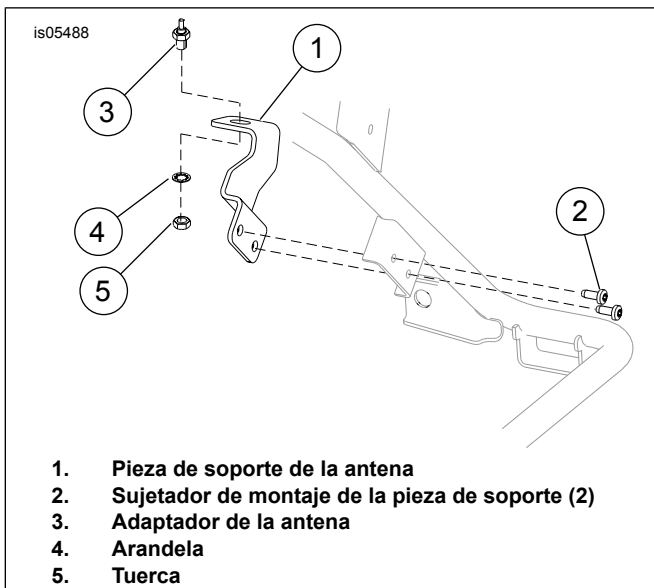
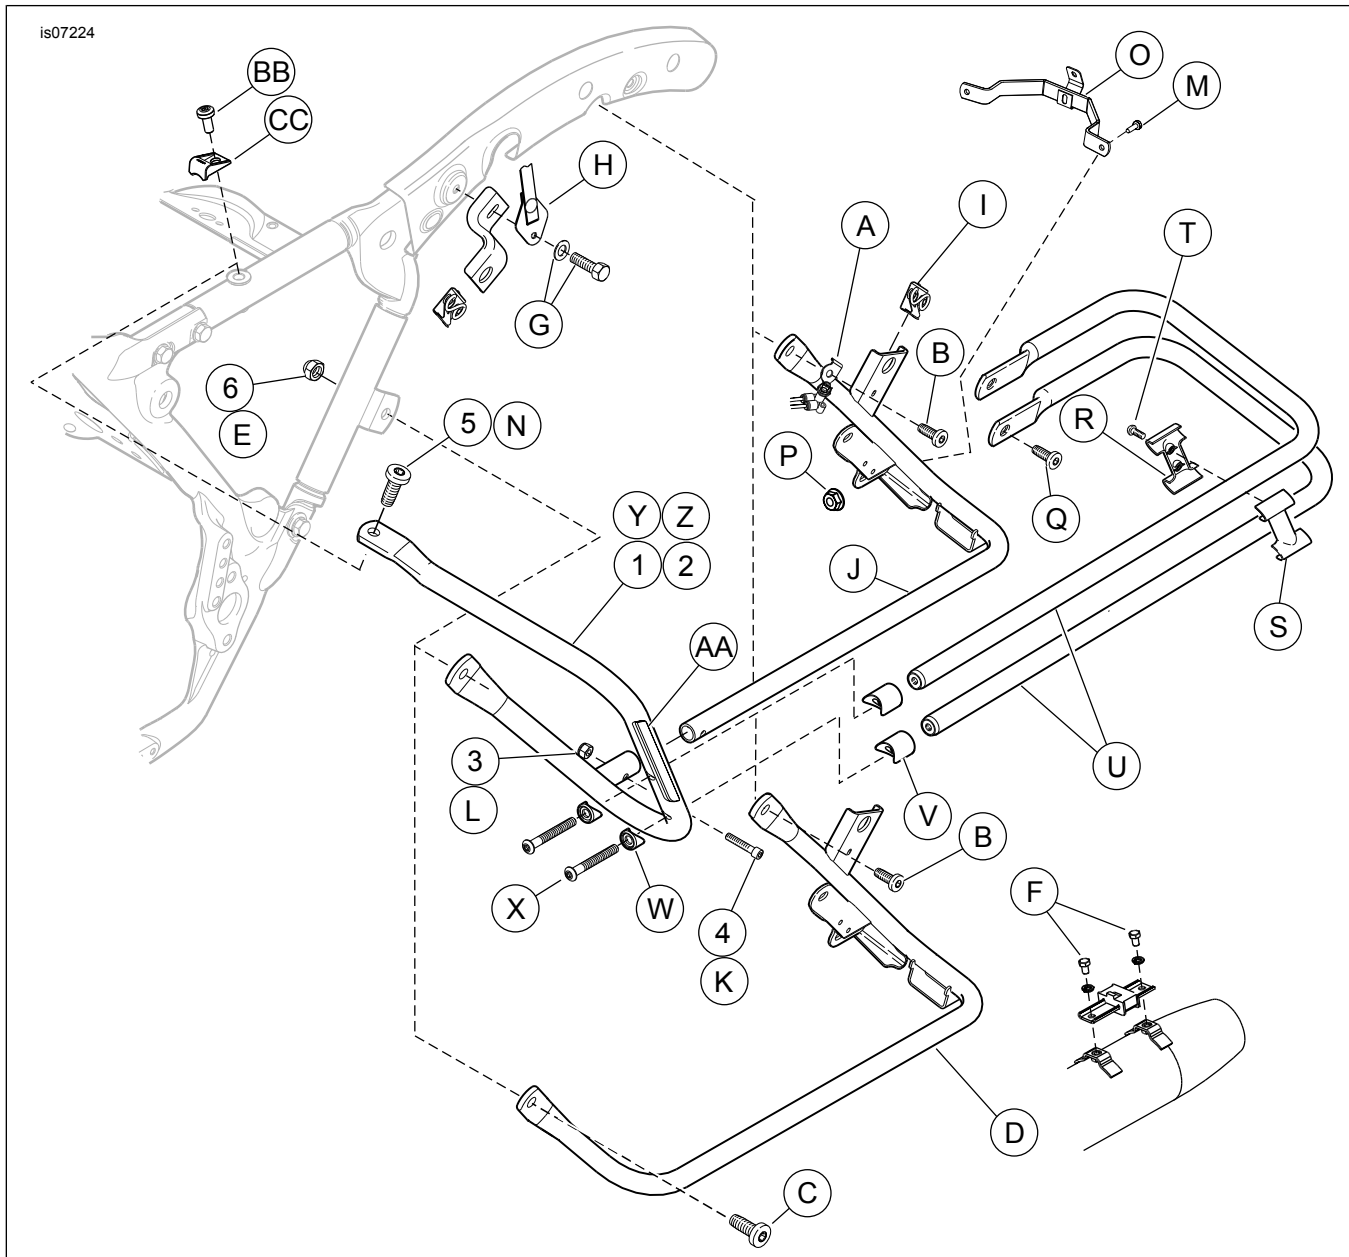

Figura 1. Extracción de la antena y la pieza de soporte
Figura 3. Piezas de servicio: Kit del protector de la alforja (se muestra el lado izquierdo)
Vea Figura 3 y Tabla 1.
2. Vea Figura 3. Quite el tornillo y la arandela de la correa de sujeción (G). Quite la correa de sujeción (H). Quite el asiento siguiendo las instrucciones en el Manual de servicio.
3. Si está equipado, extraiga el tope del asiento (CC) y el tornillo (BB).
1. Vea Figura 3. Extraiga los tornillos (F) que aseguran los protectores de la alforja a los soportes del silenciador.
2. Quite el perno (M) y la tuerca (P). Guarde el perno (M) para la instalación. Deseche la tuerca (P).
3. Quite los tornillos (B y C) y la tuerca (E). Guarde los tornillos (B y C) para la instalación. Deseche la tuerca (E).
4. Quite el receptáculo del espárrago (I) y guárdelo para la instalación.
5. Vea Figura 1. Quite la pieza de soporte de la antena (1), los sujetadores de montaje (2), la tuerca de montaje de la antena (5), la arandela (4) y el adaptador de la antena (3). Guarde la antena y los elementos de sujeción, deseche la pieza de soporte.
6. Quite el soporte (D) y deséchelo.
1. **Para los modelos FLTR y FLHX:** Vea Figura 3.
- a. Instale el tornillo de montaje del soporte trasero de la alforja (B) a través de la pieza de soporte de la suspensión de aire (A) y el soporte de la alforja (J) (comprado por separado). Instale el tornillo y apriete con los dedos.
- b. Instale el perno (M) y la tuerca (P) (comprada por separado). Apriete con los dedos.
- c. Instale el receptáculo del espárrago (I) dentro del soporte de la alforja (J).